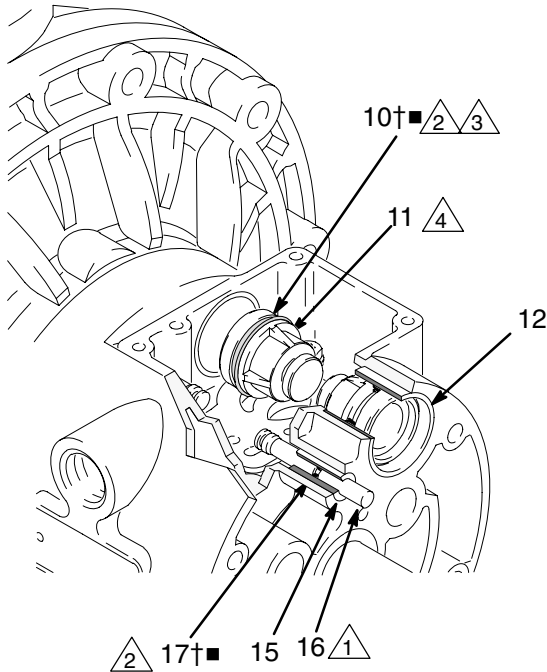

Fig. 9
4. Sortez les deux pistons d'actionneur (11) des coussinets (12). Retirez les joints en coupelle (10†■) des pistons. Sortez les axes de commande (16) des coussinets (15). Retirez les joints toriques (17†■) des axes de commande. Consultez la Fig. 9.
6. Vérifiez les coussinets (12, 15) en place. Consultez la Fig. 9. Les coussinets sont cintrés et, s'ils sont endommagés, doivent être retirés par l'extérieur. Cela nécessite le démontage de la section fluide. Consultez la page 22.
4. Installez un joint torique (17†■) sur chaque axe de commande (16). Graissez les axes et les joints toriques. Insérez les axes dans les coussinets (15), extrémité **fine** d'abord. Consultez la Fig. 9.
5. Installez un joint en coupelle (10†■) sur chaque piston d'actionneur (11), en orientant les lèvres des joints vers l'extrémité **fine** des pistons. Consultez la Fig. 9.
6. Lubrifiez les joints en coupelle (10†■) et les pistons d'actionneur (11). Insérez les pistons d'actionneur dans les coussinets (12), extrémité **large** d'abord. Laissez l'extrémité fine des pistons exposée. Consultez la Fig. 9.